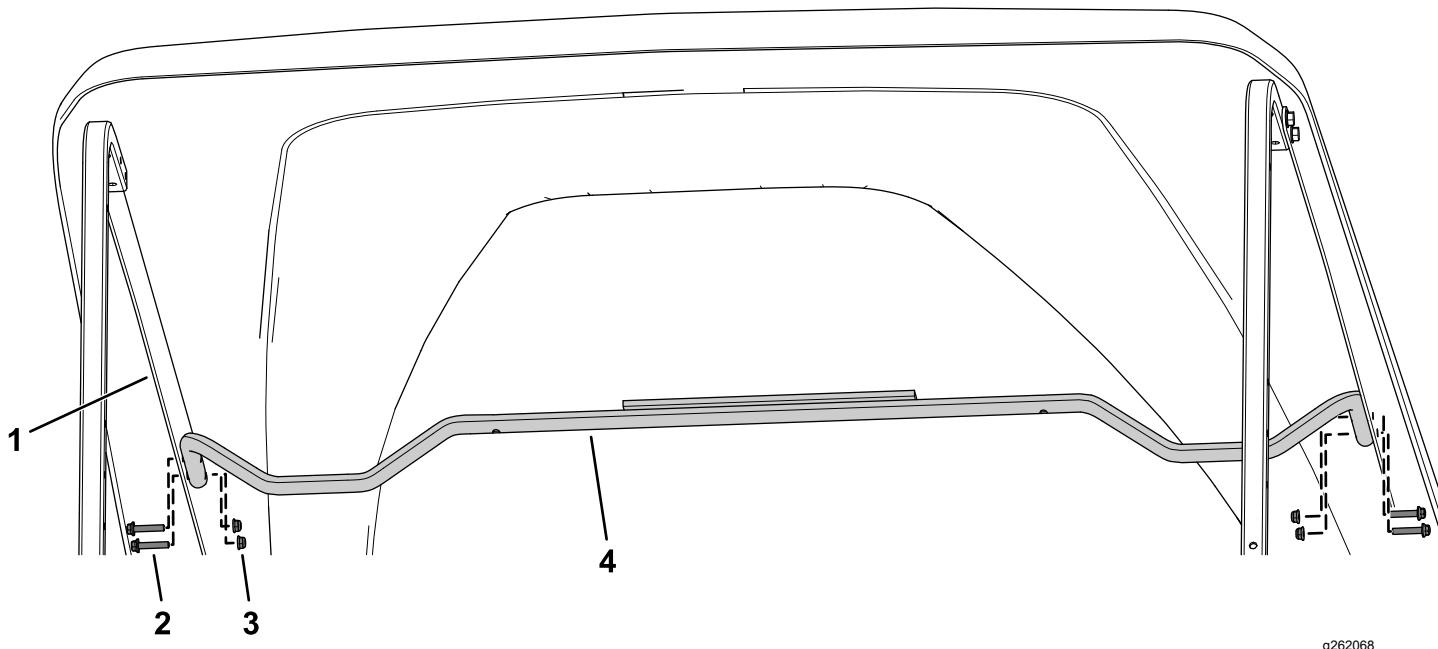

Bild 19
2. Befestigen Sie das Sonnendach-Stützrohren mit vier Bundkopfschrauben ($\frac{1}{4}$ " x $1\frac{1}{4}$ ") und vier Sicherungsmuttern ($\frac{1}{4}$ ") an der langen Sonnendachhalterung an, wie in Bild 19 dargestellt.